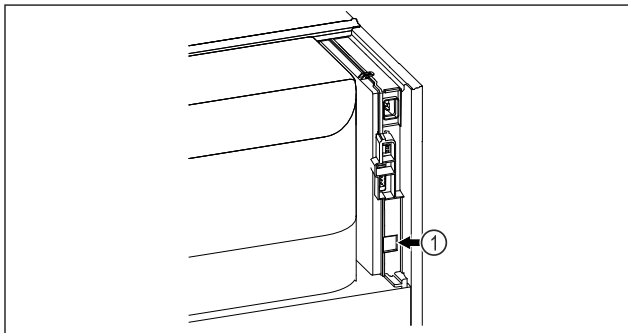

Fig. 139
- ❑ SmartModule Fig. 139 (1) встановлено.